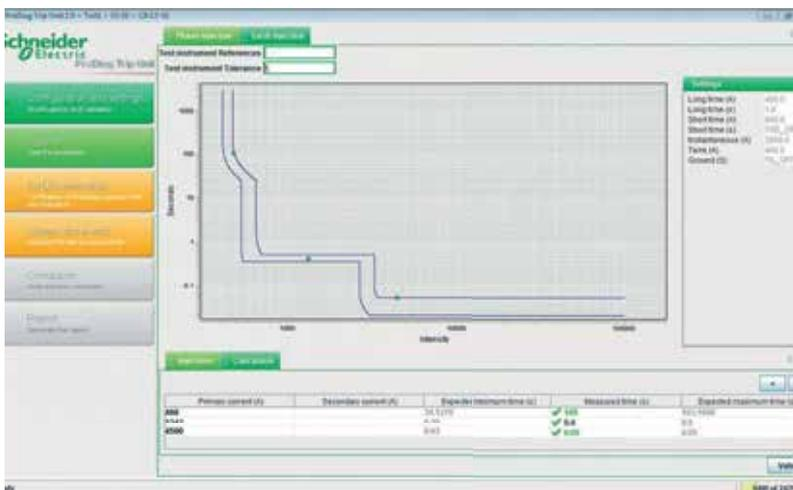

Fig. 2. ProDiag Trip Unit Manager: resultados de las pruebas de inyección
- Equipo Masterpact (ME)
2. El especialista de Schneider Electric ingresa el tiempo medido por el equipo de prueba en ProDiag Trip Unit Manager, y genera un gráfico donde se visualiza dicho tiempo junto a las curvas de disparo correspondientes a los parámetros reales de protección del cliente, a efectos de verificar si la unidad de disparo se adecua o no a los requisitos (ver la Fig. 2).